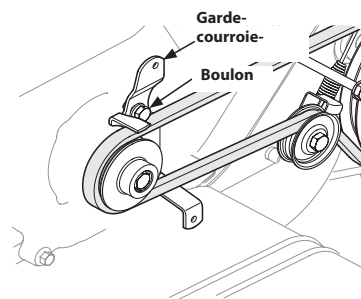

Figure 21
4. À l'aide d'un clé de 1/2 po, retirez le boulon qui fixe le garde-courroie au moteur. Voir Figure 21.